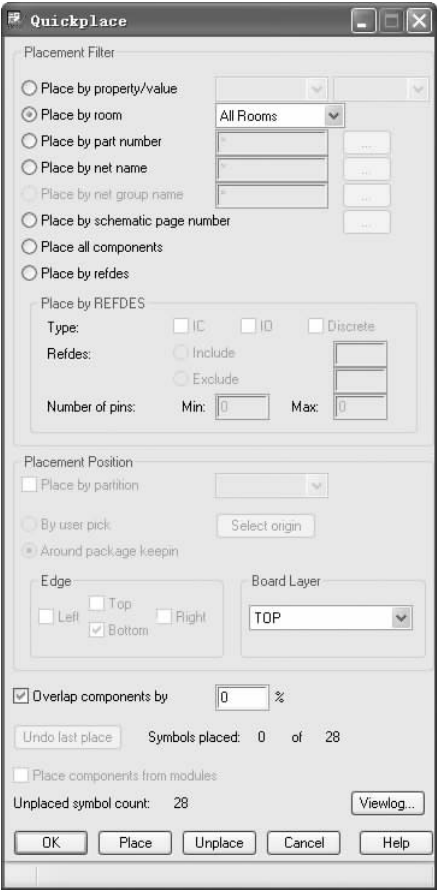

图 12-122 “Quickplace (快速摆放)”对话框 1
1) 选择菜单栏中的“Place (放置)”→“Quickplace (快速摆放)”命令, 将弹出“Quickplace (快速摆放)”对话框, 选择“Place by room (按 ROOM 属性摆放)”, 如图 12-122 所示。